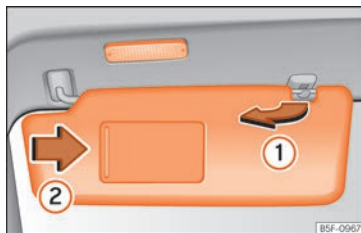

Fig. 124 Parasol.
- El parasol puede extraerse de la fijación y girarse hacia la puerta »» fig. 124 ①.